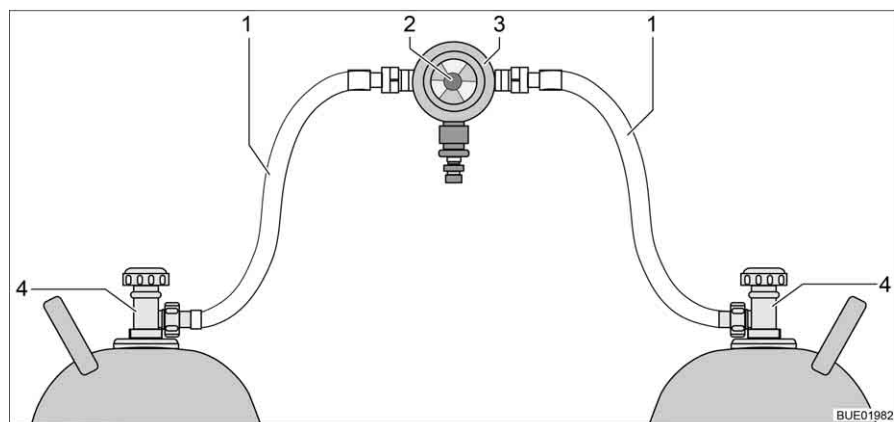
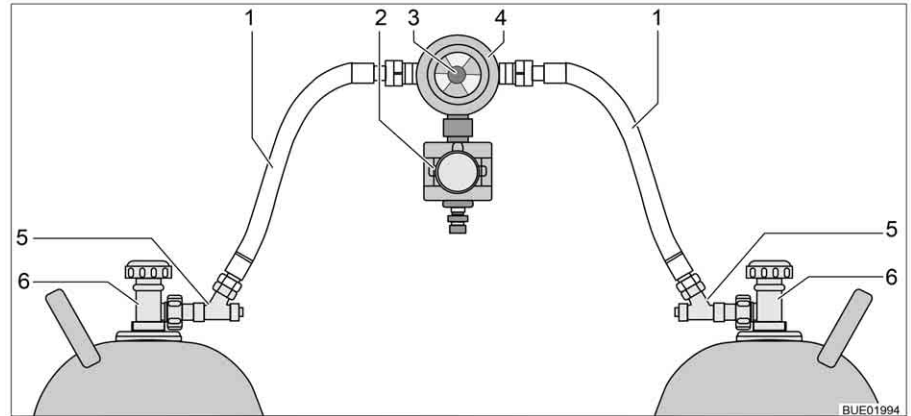

Fig. 154 Instalación de conmutación de bombonas de gas
Fig. 155 Instalación de conmutación de bombonas de gas con CPU
La instalación de conmutación de bombonas de gas consiste de un regulador de presión de gas combinado, con válvula selectora e indicador (Fig. 154,3). La instalación de conmutación de bombonas de gas está montada entre las dos gomas del gas (Fig. 154,1).
La instalación de conmutación de bombonas de gas consiste de un regulador de presión de gas combinado, con válvula selectora e indicador (Fig. 155,4) y una electroválvula (Fig. 155,2). En caso de una frenada a fondo, un accidente o una extrema posición inclinada, la electroválvula bloquea el suministro de gas al vehículo. La instalación de conmutación de bombonas de gas está montada entre las dos gomas del gas (Fig. 155,1) con dispositivos de seguridad en caso de rotura de manguera (Fig. 155,5).
Con el botón giratorio (Fig. 154,2 ó bien Fig. 155,3) en la instalación de conmutación de bombonas de gas se puede determinar cuál de las bombonas de gas se utilizará como bombona de servicio y cuál bombona de gas como bombona de reserva.
En la unidad de mando (Fig. 156) únicamente pueden conmutarse las funciones eléctricas. Las llaves de paso principales de las bombonas de gas (Fig. 154,4 ó bien Fig. 155,6) deben abrirse y cerrarse a mano.
- Abrir las llaves de paso principales en las bombonas de gas (Fig. 154,4 ó bien Fig. 155,6).
- Pulsar los dispositivos de seguridad en caso de rotura de manguera (Fig. 155,5), uno tras otro, por 10 segundos.
- Con el botón giratorio (Fig. 154,2 ó bien Fig. 155,3) en la instalación de conmutación, seleccionar la bombona de gas de la que habrá de tomarse el gas con prioridad (bombona de servicio). Girar el botón giratorio siempre hasta el tope.
- Cerrar las llaves de paso principales en las bombonas de gas (Fig. 154,4 ó Fig. 155,6).